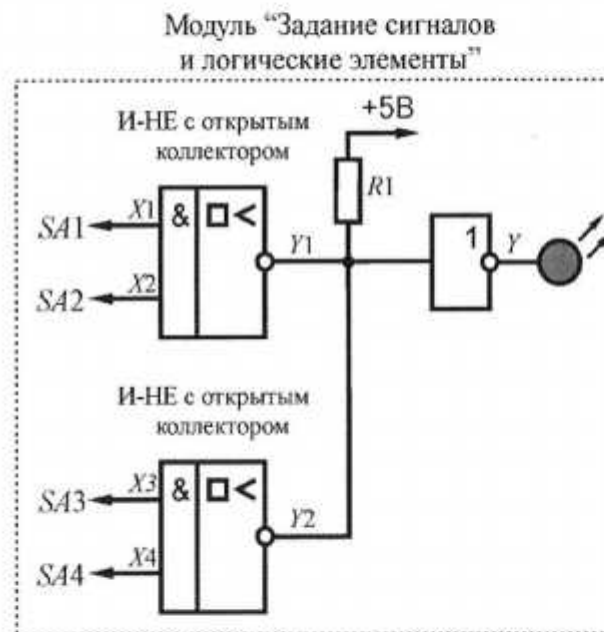

Рис. 2.11. Схема электрическая соединений лабораторного модуля для изучения работы схемного И
24. Согласно рис. 2.11 выполнить электрические соединения модуля для изучения работы схемного И. Монтаж схемы производить при отключенных автоматических выключателях и переключателях питания.